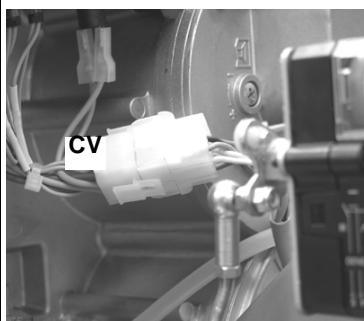

Рис. 34
- 4 отсоединить соединительный разъем **CV**, см.Рис. 34;